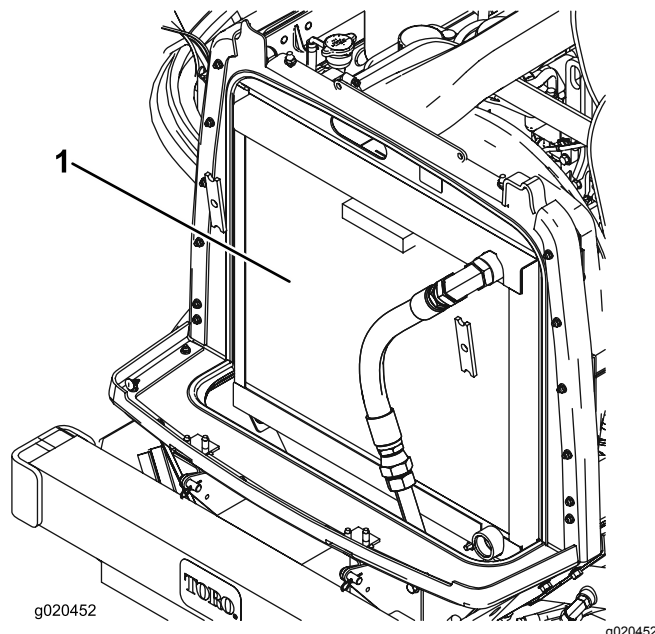

Figura 97
3. Limpe ambos os lados do radiador/dispositivo de arrefecimento de óleo com ar comprimido (Figura 97).